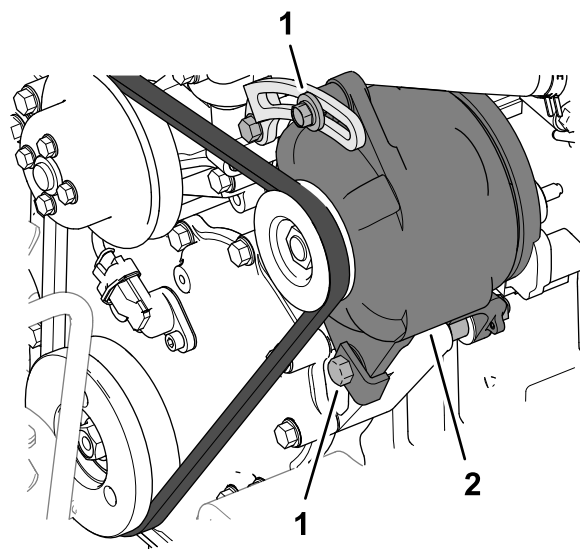

Figura 99
Verifique o estado e a tensão das correias (Figura 99) após cada 100 horas de funcionamento.
5. Se a deflexão da correia obtida não for igual a 10 mm, deve desapertar os parafusos de montagem do alternador (Figura 99).